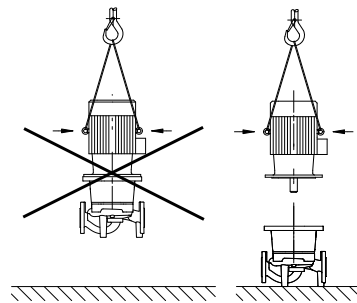

Fig. 7: Транспортування двигуна
- Транспортувальні вушка на двигуні можна використовувати лише для транспортування двигуна, а не усього насоса (Fig. 7).